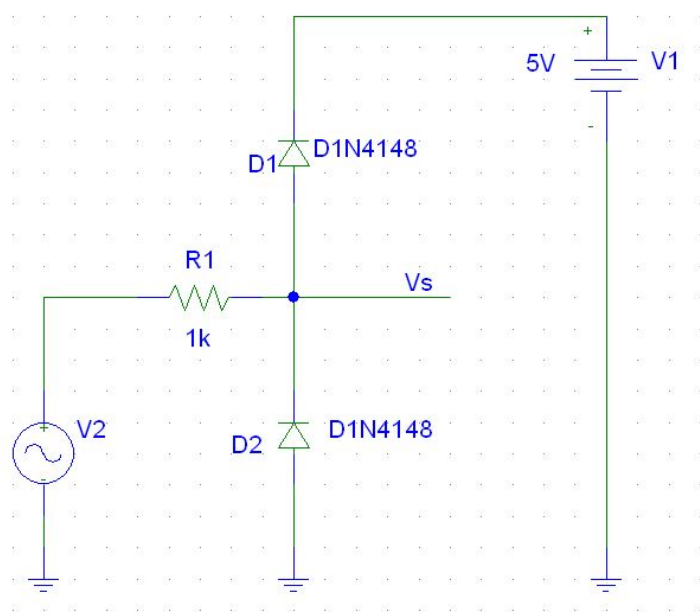

Figura 3. Circuito protector de entradas digitales.
- a. Utilizando la placa de montaje, monte el circuito de la Figura 3, **RESPETANDO, DE NUEVO, LA CORRIENTE DE CORTOCIRCUITO (I_{Limit}) DE 10 mA, EN LA FUENTE DE TENSIÓN VARIABLE (V1),** y la polaridad de los diodos D1 y D2.
Realice el esquema del circuito de la Figura 3. Ve y Vs son etiquetas de texto. Para ello, utilice **Draw/Get New Part** para obtener los distintos componentes: